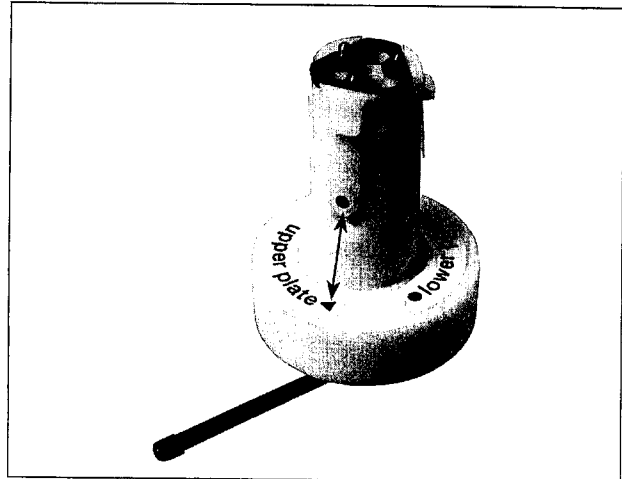

Abb. M8
- Das Abziehwerkzeug auf Klemmelement "oben" ändern und das Klemmelement exakt auflegen. (siehe Abb. M8).